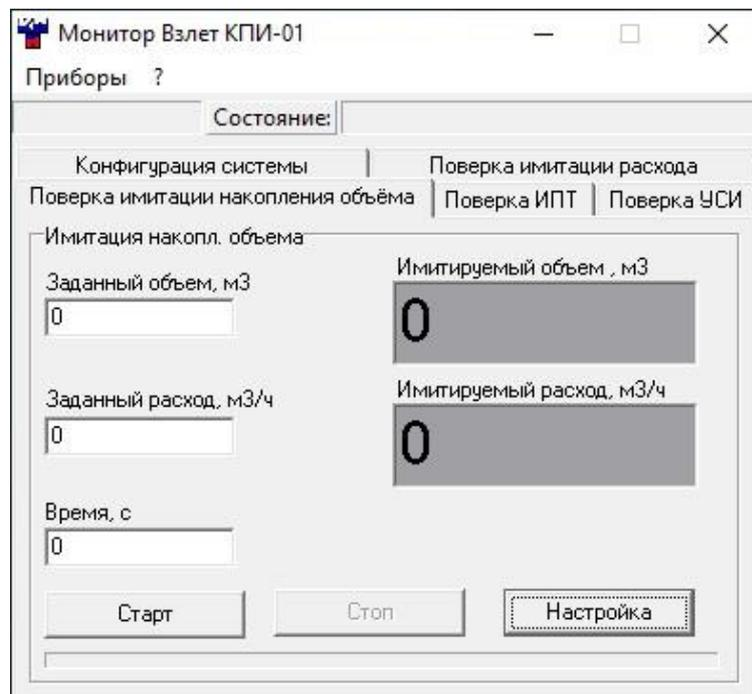

Рис.17. Вид вкладки «Поверка имитации накопления объема».
- 4.7.4.1.3. Для определения относительной погрешности набора объема выбирается вкладка **Поверка имитации накопления объема** (рис.17).